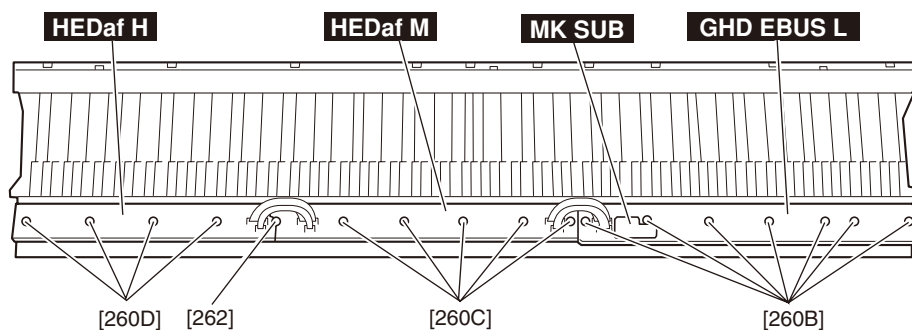

Fig. 24 (図 24)
23-1-1. Remove the seven (7) screws marked [260B]. The GHD EBUS L circuit board can then be removed. (Fig. 24, Photo 14)
23-1-1. [260B] のネジ 7 本を外し、GHD EBUS L シートを外します。（図 24、写真 14）
23-2-1. Remove the five (5) screws marked [260C] and the screw marked [262] of the HEDaf M circuit board. The HEDaf M circuit board can then be removed. (Fig. 24)
23-2-1. [260C] のネジ 5 本と [262] のネジ 1 本を外し、HEDaf M シートを外します。（図 24）
23-3-1. Remove the four (4) screws marked [260D] and the screw marked [262]. The HEDaf H circuit board can then be removed. (Fig. 24)
23-3-1. [260D] のネジ 4 本と [262] のネジ 1 本を外し、HEDaf H シートを外します。(図 24)
Tighten the seven (7) screws marked [260B] to fix the GHD EBUS L circuit board. (Fig. 24)
[260B] のネジ 7 本を取り付け、GHD EBUS L シートを取り付けます。(図 24)
Tighten the five (5) screws marked [260C] and the screw marked [262] to fix the HEDaf M circuit board. (Fig. 24)
[260C] のネジ 5 本と [262] のネジ 1 本を取り付け、HEDaf M シートを取り付けます。(図 24)
Tighten the four (4) screws marked [260D] and the screw marked [262] to fix the HEDaf H circuit board. (Fig. 24)
[260D] のネジ 4 本と [262] のネジ 1 本を取り付け、HEDaf H シートを取り付けます。(図 24)